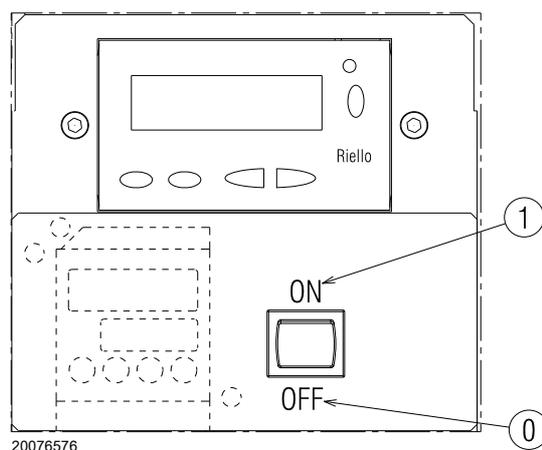

图 28
闭合温度 / 压力启停开关，旋转图 28 中所示开关至位置“1/ON”。
- 将图 28 中的开关置于位置“0/OFF”处，并等待控制盒断开停机程序；